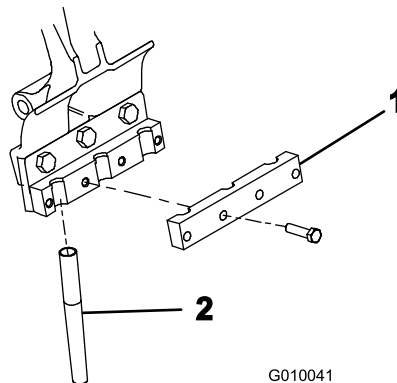

图26
5. 用 4 个螺栓 $\frac{3}{8} \times 1\frac{1}{2}$ 英寸将打孔针夹具松松地固定到各个打孔针夹头上图26。切勿将螺栓拧得过紧。